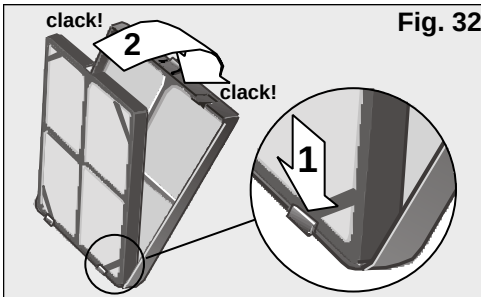

Fig. 32
- Setzen Sie das Zusatzfilterelement und den Halterahmen, wie in der **Abb. 32** gezeigt, in den Grobstaubfilter ein. Dabei ist zu beachten, dass es zuerst in die unteren Stifte einrasten muss.